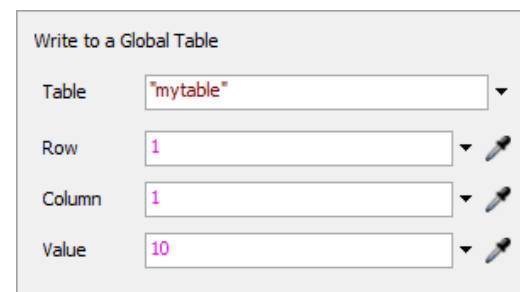

Fig. 10. Option Write to Global Table
4. **Write to Global Table** – écrit la valeur définie dans le champ Value dans la table globale sélectionnée dans le champ Table. Les champs Row et Column indiquent le numéro de la ligne et de la colonne où la valeur doit être enregistrée (fig. 10).